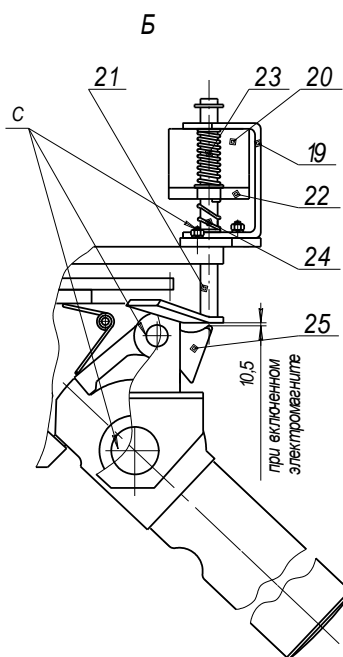

Рис.5
5.4 Устройство «Антипаника» (см. рис.5) состоит из каркаса 19 с закрепленным на нем электромагнитом 20, толкателя 21, якоря 22 и пружин 23 и 24. Толкатель представляет собой П-образную рамку, состоящую из двух направляющих и упора. Направляющие толкателя проходят через отверстия каркаса и якоря, обеспечивая тем самым возможность поступательного перемещения толкателя и якоря относительно электромагнита и друг относительно друга. Необходимые динамические характеристики относительных движений обеспечиваются возвратной и компенсирующей пружинами. Диапазоны перемещений толкателя относительно каркаса и якоря относительно толкателя ограничиваются упорными шайбами .